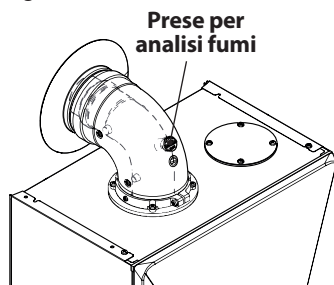

Figura 9.14
- Collegare un analizzatore fumi alle prese di analisi fumi poste sugli scarichi fumi della caldaia Figura 9.14.
- Verificare la combustione della caldaia utilizzando le prese posizionate sui tubi fumo (Figura 9.14) e confrontare i dati misurati con i seguenti.